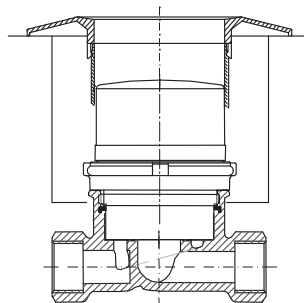

Abb. 3
Für Einbautiefen über 80 mm kann diese Rosette mit Rosettenverlängerungsringen in Schritten von 20 mm verlängert werden (siehe Abb. 3).
1.15. Rosette auf die Zählwerkshaube bis zum Anschlag schieben (siehe Abb. 3). Für Feuchtrauminstallationen mit Verlängerungshülse kann zusätzlich eine Rosettenscheibe eingesetzt werden, die gesondert zu bestellen ist.